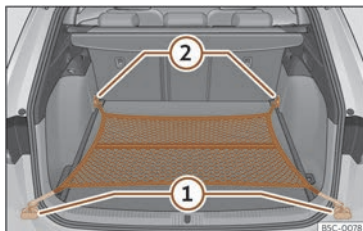

Fig. 128 Al maleter:bossa de xarxa enganxada arran de terra.
- Fixeu els ganxos de la xarxa a les argolles d'amarratge ① i ②»» **fig. 128** »» ⚠. La cremallera de la bossa ha de quedar cap amunt.